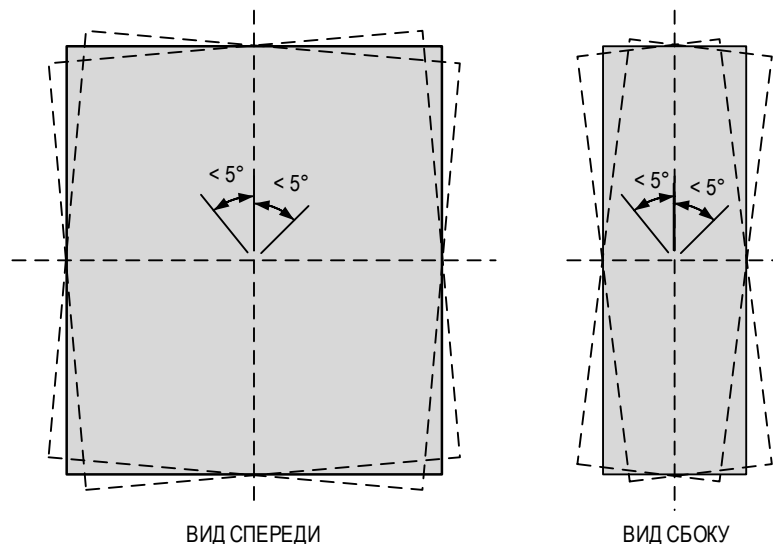

Рис. 1 Допустимые отклонения от вертикали при установке блока
**Блок должен быть установлен в вертикальном положении. Допустимые отклонения от вертикали приведены на Рис. 1.**